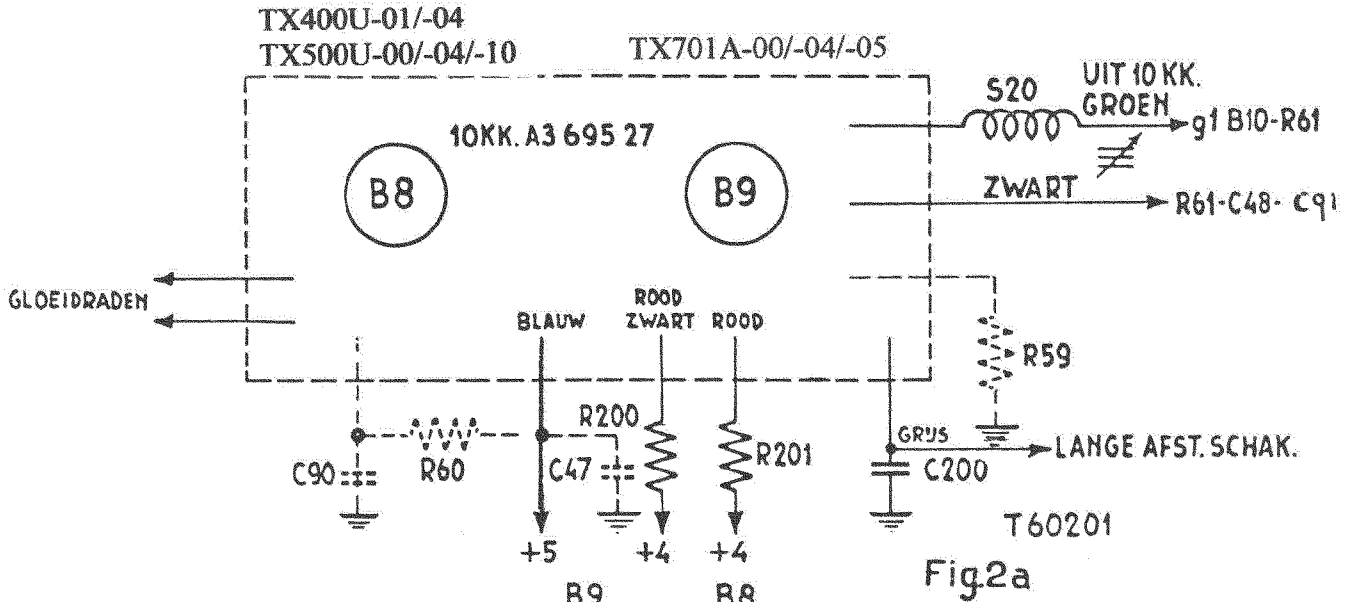

Fig2a
3. De grijze draad van de 10 KK wordt nu aan de lange afstandeschakelaar (C200) gelegd. Zie fig. 2a.
4. Verwijder C90, R60, R59, C47 zie fig. 2a, ~~en~~ verleg C91 ^{omkeer} en C200, zie fig 10.